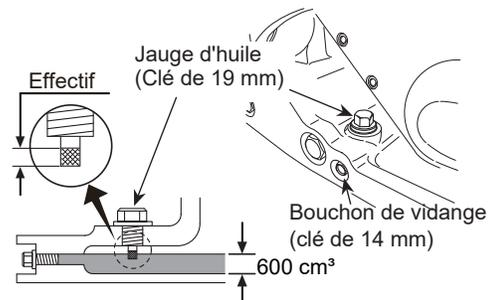

Figure 10. Vérification de l'huile du vibrateur
2. Retirez le bouchon d'huile pour vérifier le niveau d'huile du vibrateur (jauge d'huile du vibrateur) tel que montré à la Figure 10. Nettoyez la jauge d'huile et la re-fileter à l'intérieur. Enlevez encore la jauge d'huile et vérifiez que le niveau d'huile ne dépasse pas le croisillon du bouchon d'huile. **NE PAS TROP REMPLIR!**